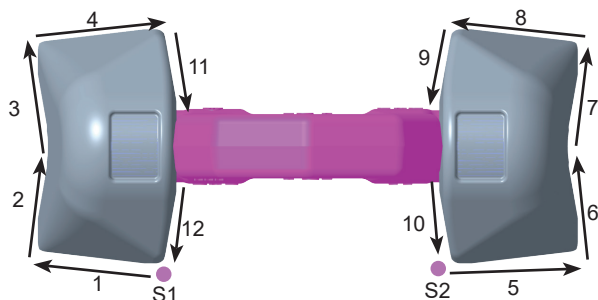

Fig. 1 : Ordre de soudure racine (S = point de départ)
- 5 Commencez au point de départ S1 et soudez ensuite les sections 1 - 4 (Fig. 1).